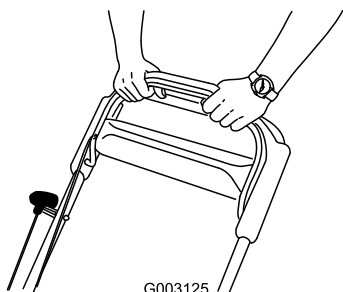

Figure 19
3. Maintenez la barre de commande de la lame contre le guidon (Figure 19).